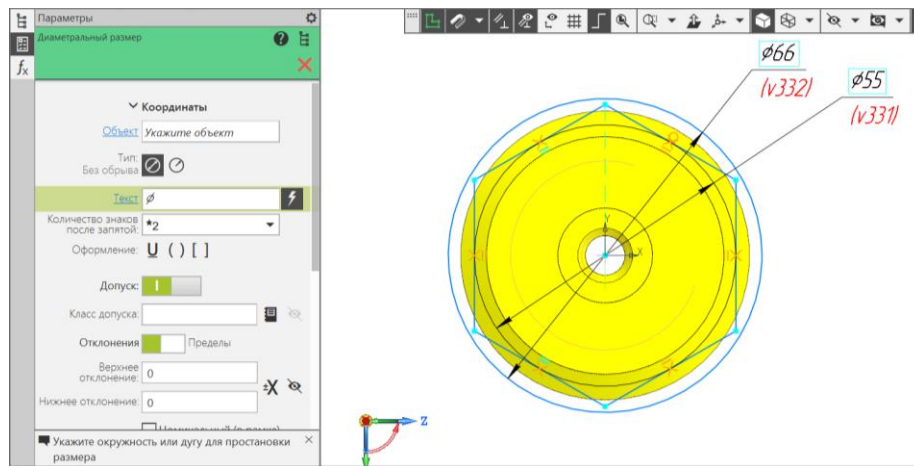

Рис. 14 Эскиз для команды «Элемент выдавливания»
- **Инструменты эскиза – Геометрия – Многоугольник.** Параметры команды Многоугольник: количество вершин – 6, центр многоугольника – Начало координат (0, 0, 0), способ построения – По описанной окружности диаметра 60,8 мм; геометрические ограничения – Выравнивание вершины шестиугольника по вертикали (рис. 14).
Для корректной работы программы КОМПАС, необходимо добавить в данный эскиз элемент – окружность диаметра большего, чем 60,8 мм, например 66 мм (см. рис. 14).